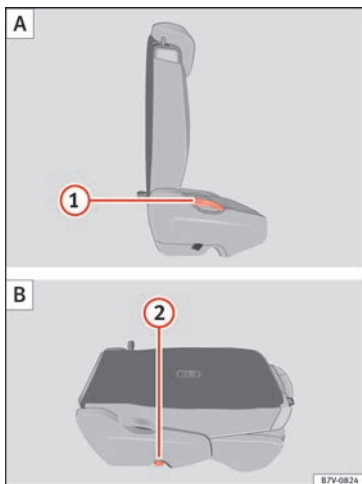

Fig. 161 Segunda fila de asientos: pliegue el asiento trasero A, asiento trasero como superficie de carga B.
- Retire los objetos de la zona reposapiés situada delante y detrás del asiento trasero » ①.
- Tire de la palanca » fig. 161 ① hacia arriba y pliegue el respaldo hacia delante. La banqueta completa se pliega hacia delante » ①.
- Baje el respaldo plegado hacia delante hasta que esté encastrado en la posición de la superficie de carga » fig. 161 B.
- Tire de la palanca » » » fig. 161 ❶ hacia arriba y coloque el respaldo en vertical. El asiento completo se pliega hacia atrás.